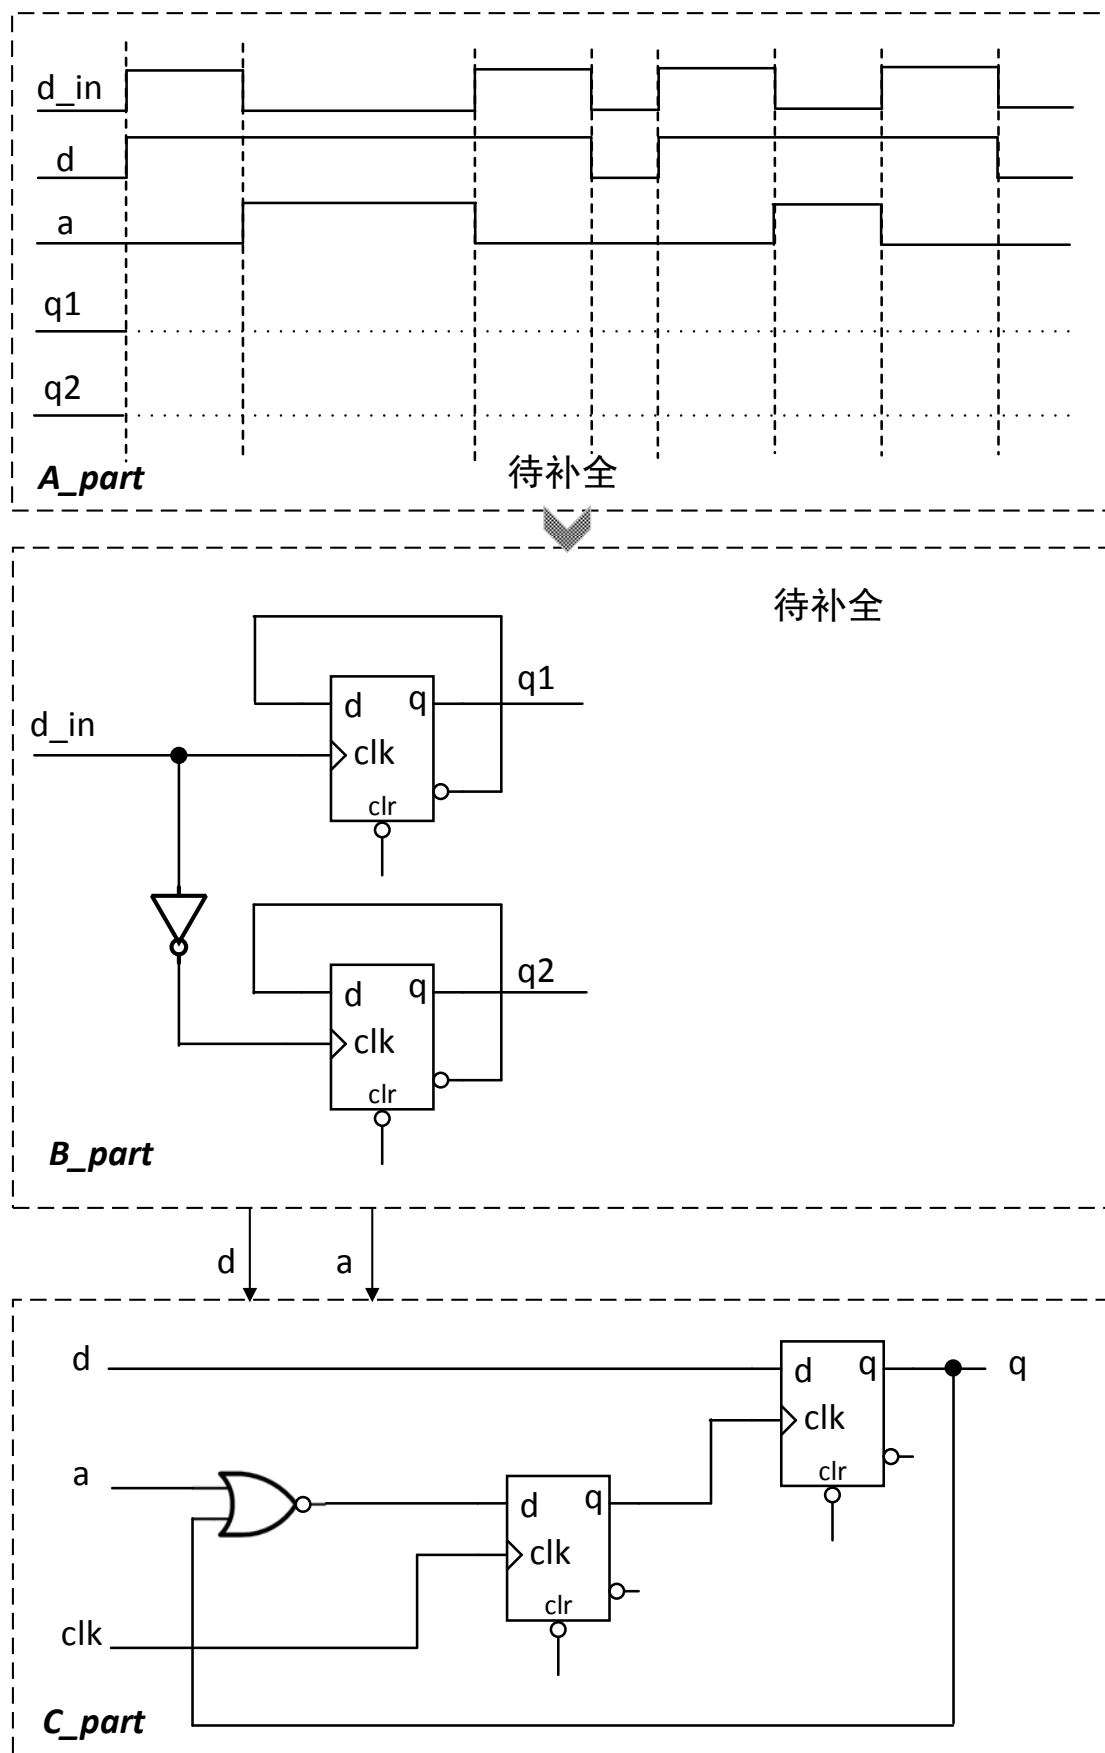

图 1
（异步时序电路设计的方法与同步时序电路设计的方法基本一致，可以采用多个 always 块语句实现时序逻辑，区别在于异步时序电路中的多个 always 块的时钟信号可以为不同的时钟触发信号。）观察图 1 所示的异步时序电路，在 B_part 部分进行信号生成，在 C_part 部分完成逻辑控制，B_part 部分信号生成波形如 A_part 部分所示。
- (1) 针对图 1 中 C_part 部分，利用 Verilog 语言，采用行为描述风格设计该电路，电路接口参看 C_part 部分电路，注意：不允许使用“xor”、“D_FF”等元件，模块名为 amod。
- (2) 在图 1 中的 B_part 部分完成信号匹配和生成, (依据于输入的 d_in 信号, 产生对应的输出信号 d 和 a, 并将生成的 d 和 a 最终接入到 C_part 部分。) 输入信号 d_in 与其匹配生成的输出信号 d 和 a 的时序关系如 A_part 所示。(为了实现该模块, 可以在 D 触发器 (上升沿触发) 的基础上完成设计。) 结合 A_part 部分的部分电路, 首先给出中间信号 q1 和 q2 的波形; 然后在 B_part 部分补全该电路原理图。
- (3) 在第(2)问的基础上, 根据补全的 B_part 部分的电路原理图, 利用 Verilog 语言, 采用门级建模的方法设计该电路, 模块名为 signal。电路接口参看 B_part 部分电路。(设 Verilog 语言支持多输入与门 (and)、或门 (or)、与非门 (nand)、或非门 (nor), 以及反相器 (not) 等基本门电路, 其模块接口输出参数在前, 输入参数在后。) 对于 D 触发器, 其 Verilog 模块如下, 可以直接实例化 D_FF 以实现 D 触发器的调用。